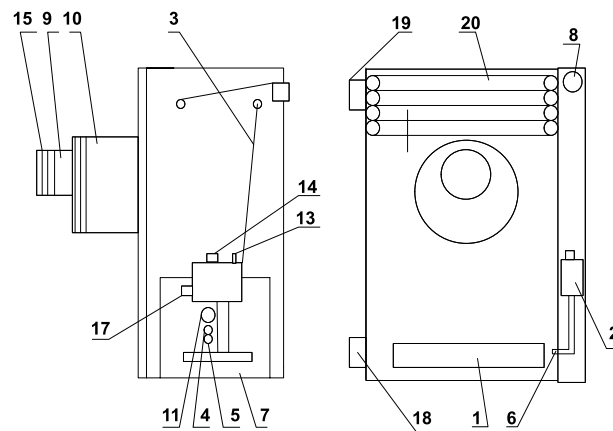
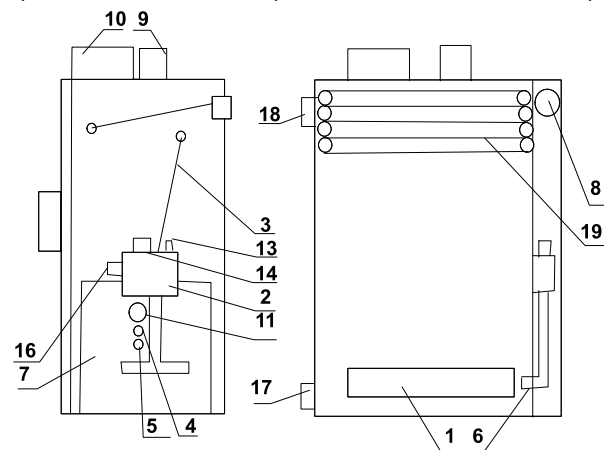

Рисунок 1. Устройство котла с коаксиальным трактом.
Рисунок 2. Устройство котла с раздельным трактом.
- 5.1. Котел имеет закрытую камеру сгорания, т.е. забор воздуха на горение осуществляется снаружи помещения. Для воздухоподачи и удаления продуктов сгорания котел изготавливается с отдельным или коаксиальным дымовентиляционным трактом. При коаксиальном выходе котел (рис.1) комплектуется собственным дымовентиляционным трактом, который устанавливается через отверстие в наружной стене здания и система дымоудаления не требует дымовой трубы. При отдельном выходе котел (рис.2) комплектуется секцией воздуховода. Снаружи на конец дымовентиляционного тракта или воздуховода устанавливается ветрозащитное устройство-терминал. Котёл представляет собой сварную водотрубную конструкцию, образующую по всему периметру водяную рубашку, окаймляющую топочную камеру. Для горячего водоснабжения в верхней части водяной рубашки размещается змеевик. Топочная камера имеет внешний проем для установки газогорелочного устройства. В панели газогорелочного устройства имеется окно для наблюдения за процессом горения.